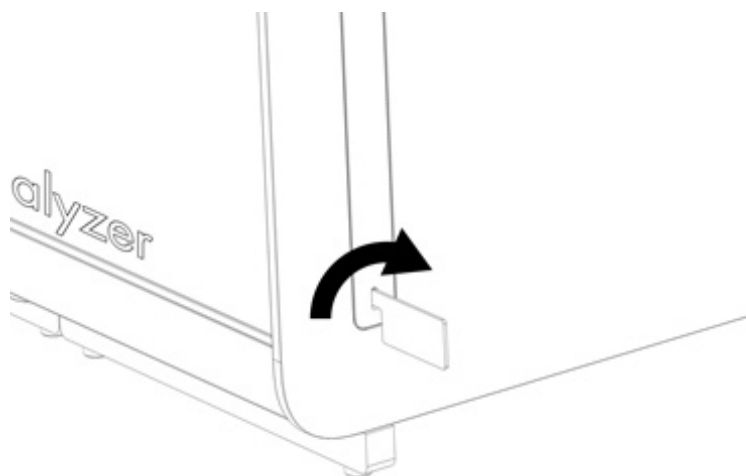

Figura 5. Scoaterea capacelor de protecție.
2. Scoateți capacele de protecție de pe părțile laterale ale modului analitic, folosind instrumentul de îndepărtare a capacului de protecție, livrat împreună cu QIAstat-Dx Analyzer 2.0 (Figura 5).